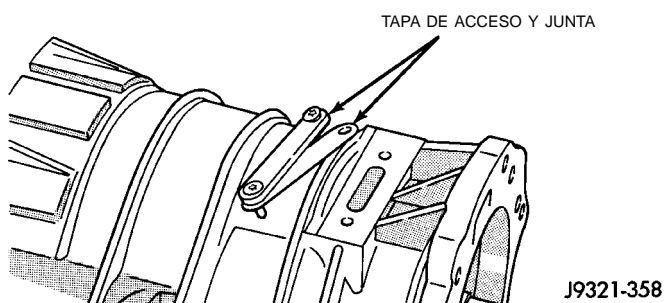

Fig. 208 Desmontaje/instalación de la tapa de acceso y la junta
(4) Retire la tapa de acceso y la junta (Fig. 208).